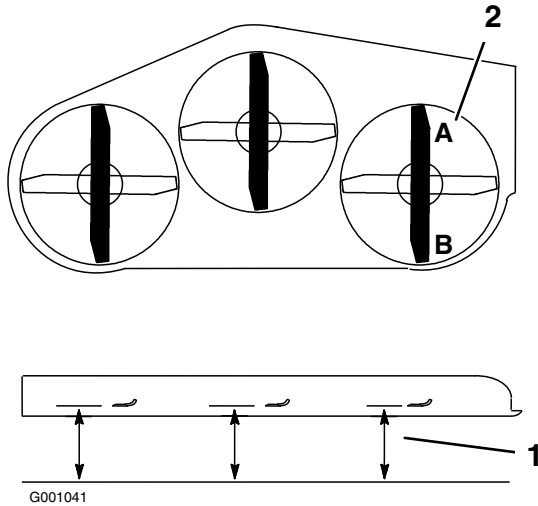
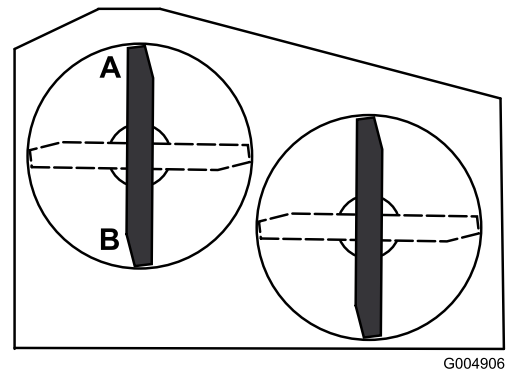

Figura 68
Figura 69
2. Coloque una cuchilla en posición longitudinal. Mida en las posiciones **A** y **B** desde una superficie nivelada hasta el filo de corte de los extremos de la cuchilla (Figura 68 o Figura 69). Para las plataformas de cortacésped de 36 pulgadas, consulte la Figura 69.
- Coloque las cuchillas en posición longitudinal. Mida en las posiciones C y D (Figura 68) desde una superficie nivelada hasta el filo de corte de las cuchillas.